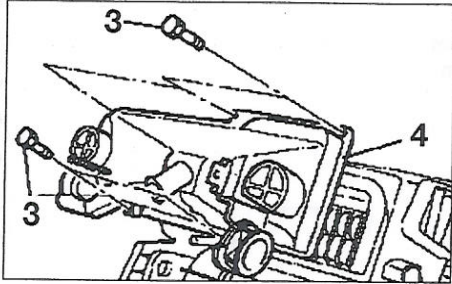

FIGURA 10-20
- Desmontar las fijaciones (3) de la carcasa (4), y a continuación desmontarla (figura 10-20).